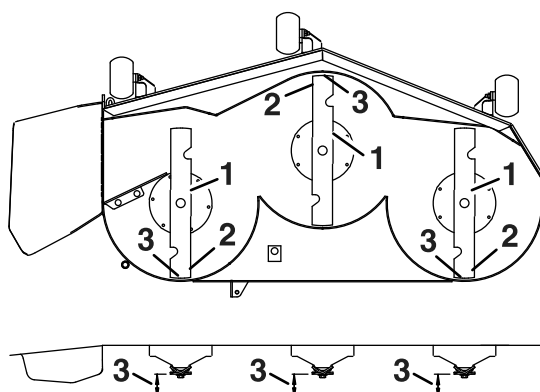

Figura 68
3. Rode cuidadosamente as lâminas para que estejam da frente para trás (Figura 68).
4. Meça da ponta da lâmina da frente até à superfície plana e da ponta da lâmina de trás até à superfície plana (Figura 68).